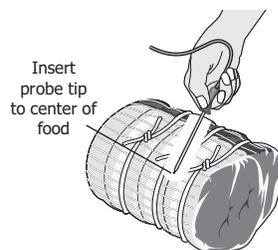

Figure 28 : Sonder la partie la plus épaisse de l'alimentation
- Insérer la sonde de façon à ce que son extrémité soit en appui à l'intérieur et au centre de la partie la plus épaisse de la viande ou des aliments (voir Figure 28). Pour de meilleurs résultats, ne pas laisser le capteur de température de la sonde toucher un os, de la graisse, les nerfs ou un ustensile de cuisine.